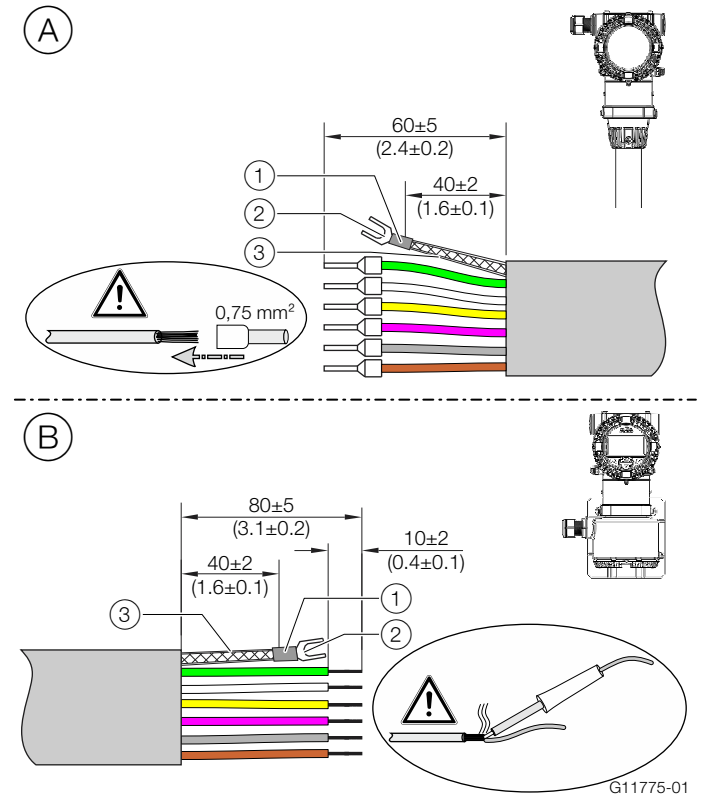

Рис. 47: сигнальный кабель, размеры в мм (inch)
Сигнальный кабель можно обрезать на любую длину. Затем должна быть выполнена оконцовка кабелей, как показано на Рис. 47.
3. Подготовьте сигнальный кабель в соответствии с указаниями (см. Рис. 47).